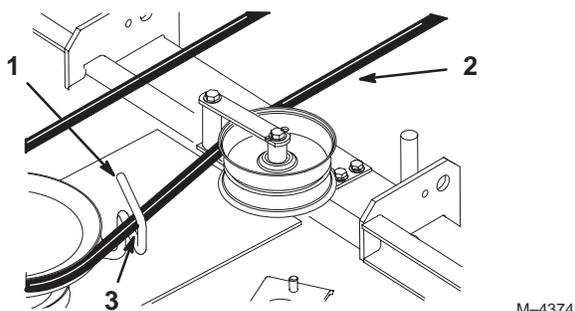

Figure 65
11. Pivotez le guide-courroie à l'arrière de la tondeuse pour l'éloigner de 3 à 7 mm du côté vertical de la courroie de PdF (Fig. 65).